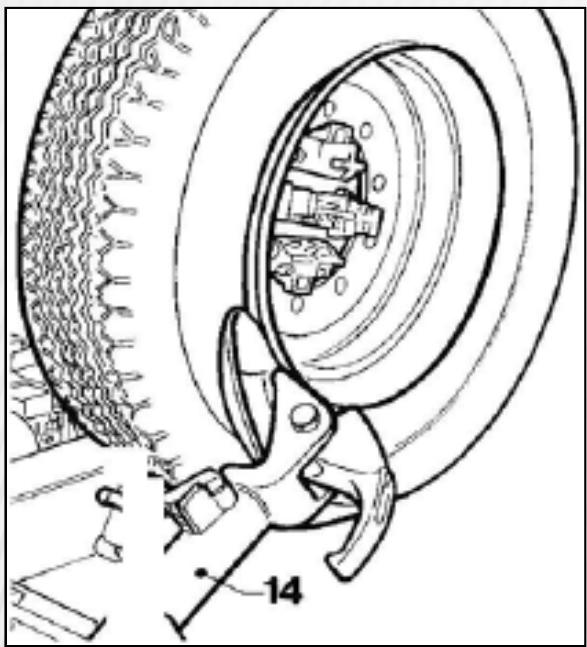
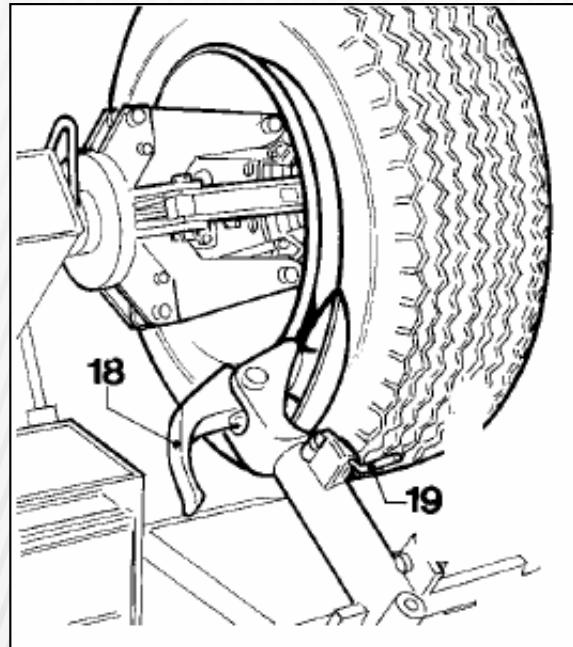

Рисунок 14
Рисунок 15
- 3) Установите кронштейн съемного рычага покрышки 14 (рис. 14) в рабочее положение и дайте ему зафиксироваться.
4) При помощи переносного блока управления маневрируйте колесом до тех пор, пока внешняя часть обода не появится из-за диска (рис. 14).
7) Отведите кронштейн съемного рычага покрышки 14 (рис. 14) в сторону и установите его в не рабочее положение, откав его установочную рукоятку, затем переведите его во второе рабочее положение (рис. 15).
8) Нажмите на рукоятку установки съемного рычага 19 (рис. 15) и поверните головку рукоятки на 180°, пока он автоматически не зафиксируется.